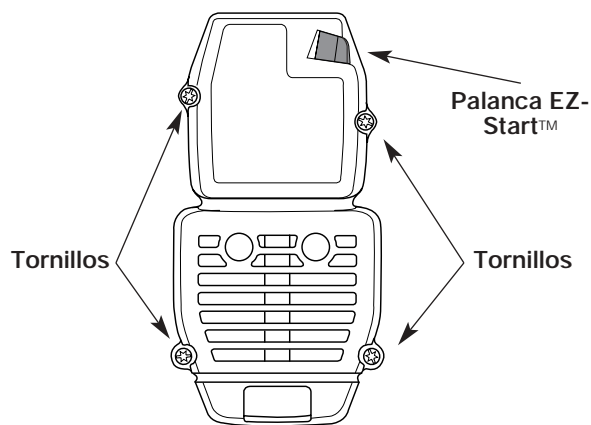

Figure 26
1. Saque los cuatro (4) tornillos que sostienen la cubierta del silenciador / filtro de aire (Fig. 26). Use un destornillador de vástago plano o de broca Torx N° T20.
6. Cambie el filtro de aire dentro de la tapa del filtro de aire / silenciador (Fig. 26).
2. Inserte los cuatro (4) tornillos en los orificios de la cubierta del silenciador / filtro de aire (Fig. 26) y ajústelos. **No los ajuste demasiado.**